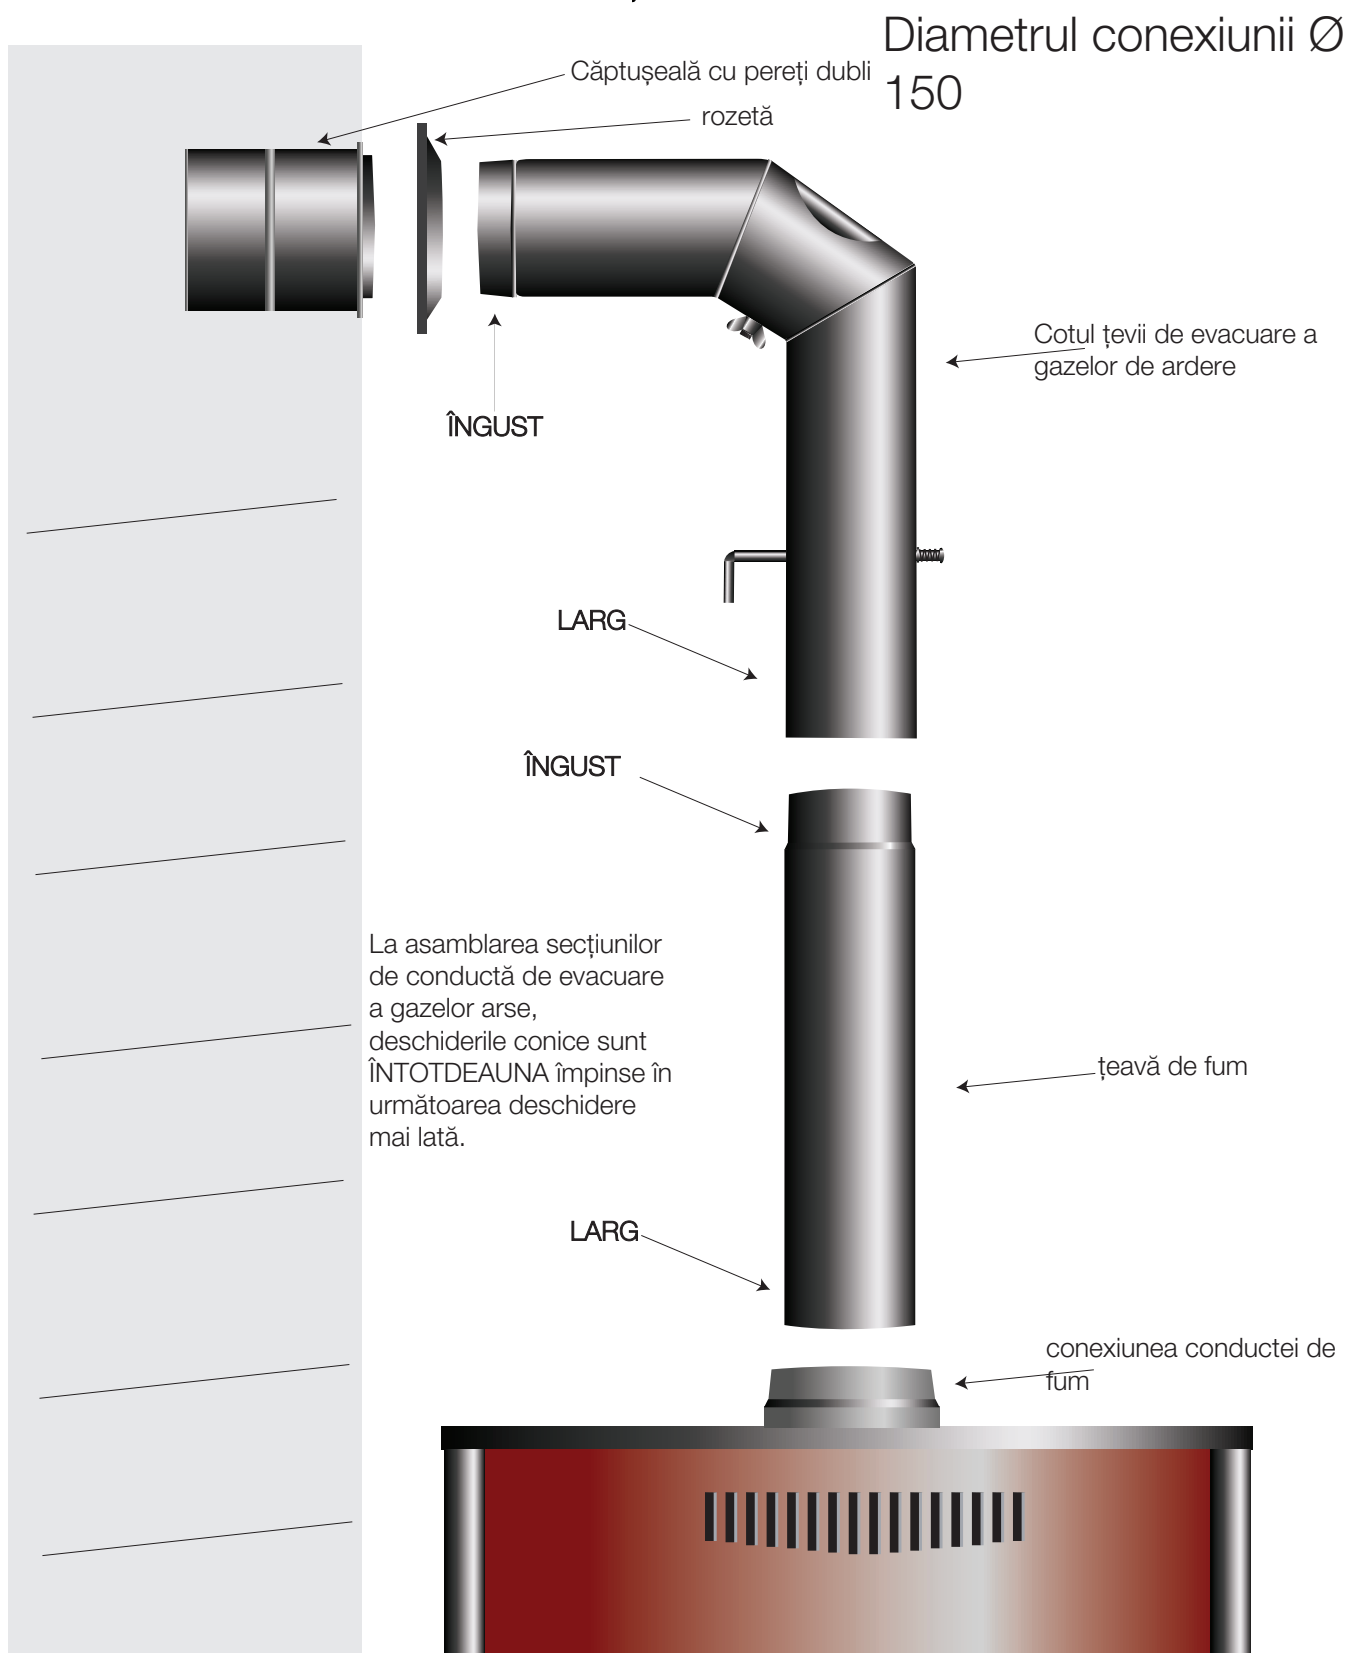

Figura 3 Conectarea sobei pe lemne la coșul de fum
4. Figura 3 Conectarea sobei pe lemne la coșul de fum	Pagină 6